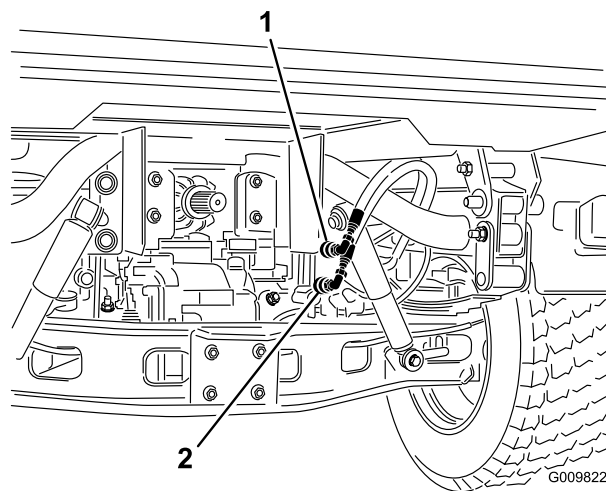

Figura 16
2. Sui veicoli con numeri di serie successivi a 240000001, staccate i due flessibili dei cilindri di sollevamento dai flessibili fissati alla staffa dell'accoppiamento (Figura 16). Inserite i tappi negli accoppiatori rapidi dei flessibili dei cilindri.